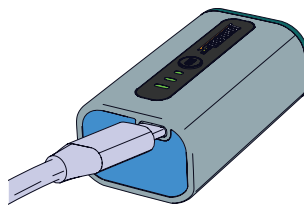

Figura 7
5. Conecte el adaptador/cargador USB tipo C al puerto de carga de la batería que se encuentra en la parte delantera de la batería. (Figura 7)